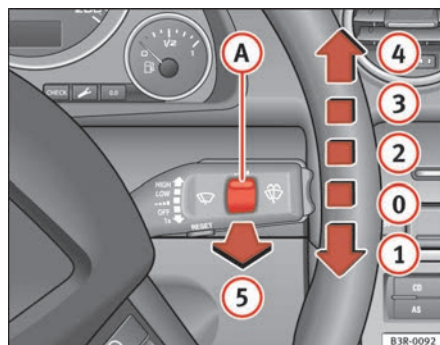

Fig. 101 Leva dell'impianto tergicristalli
Posizioni della leva del tergicristallo ⇒ fig. 101:
Con le luci accese, azionare l'automatismo tergilavacrystalli (⇒ pag. 133, fig. 101 ⑤) tirando la leva per più di 1 secondo.